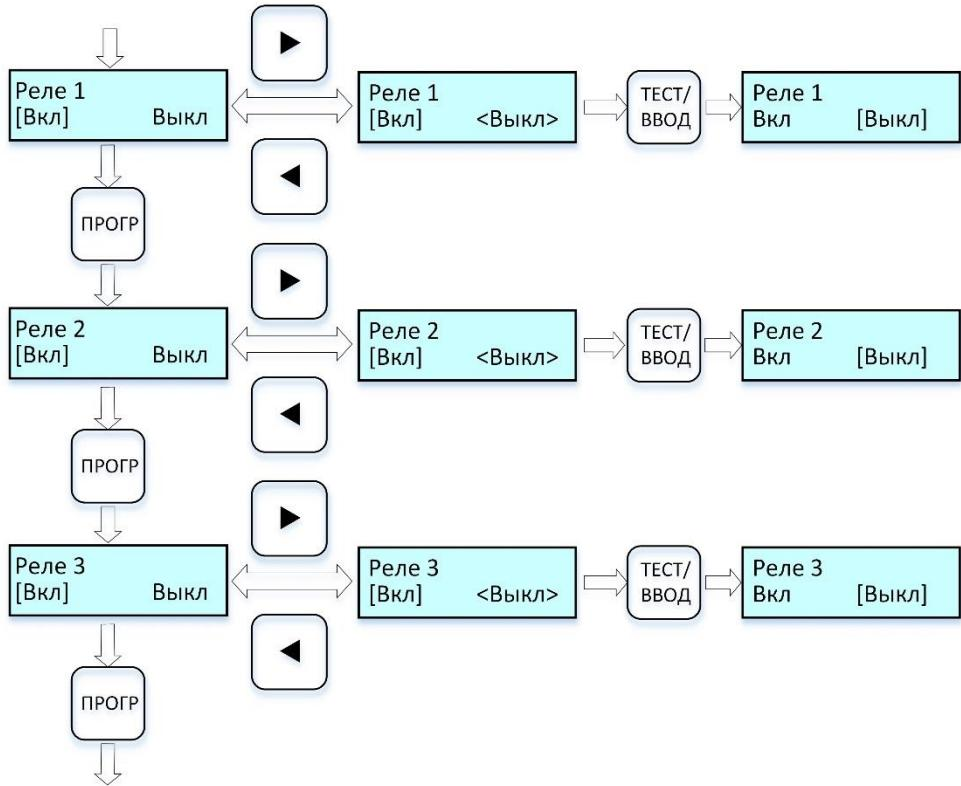

Рисунок 12 – Цикограмма выводимых сообщений на дисплей при включении/выключении реле порогов
2.6.5.8 Для включения/выключения реле порогов выполнить действия по п. 2.6.5.1 (при необходимости), далее по циклограмме рис. 12.